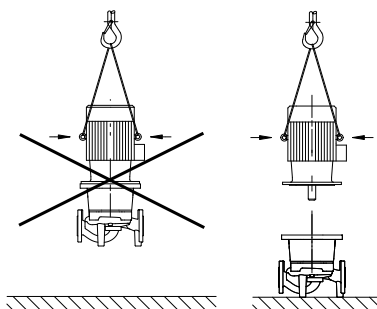

Fig. 20: Transport av motoren
- Løfteløkkene på motoren må bare brukes til å bære lasten av motoren og ikke hele pumpen (fig. 20).